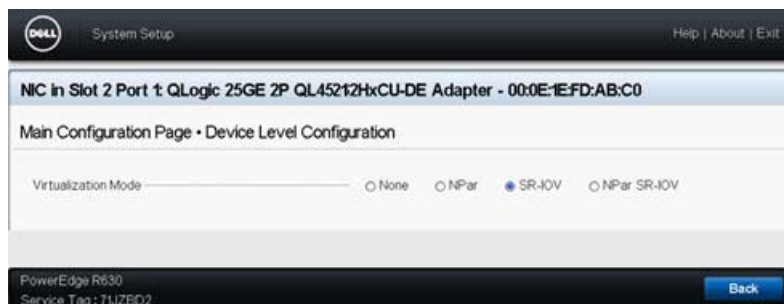

Figura 8-2. System Setup for SR-IOV: Device Level Configuration (Configuración del sistema Dell para SR-IOV: Configuración de nivel de dispositivo)
5. En la Main Configuration Page - Device Level Configuration (Página de configuración principal - Configuración de nivel de dispositivo) (Figura 8-2):